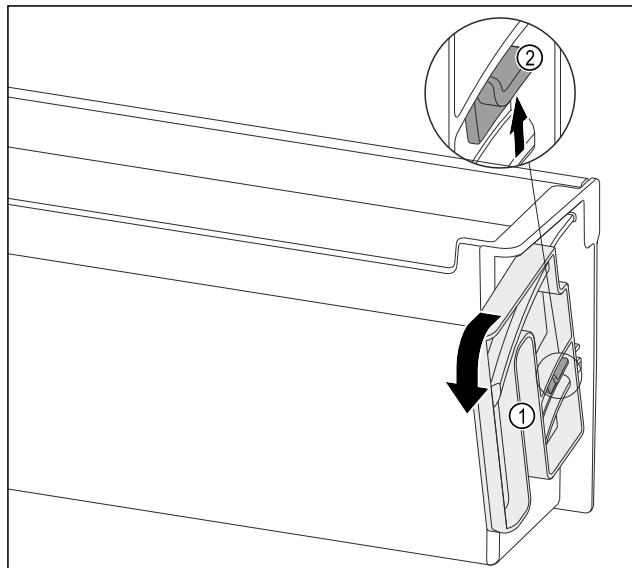

Fig. 94
- Otočte otočnú jednotku Fig. 94 (1) do uvedeného smeru až na doraz.
- Potlačte sponu Fig. 94 (2) nahor a odoberte otočnú jednotku Fig. 94 (1).